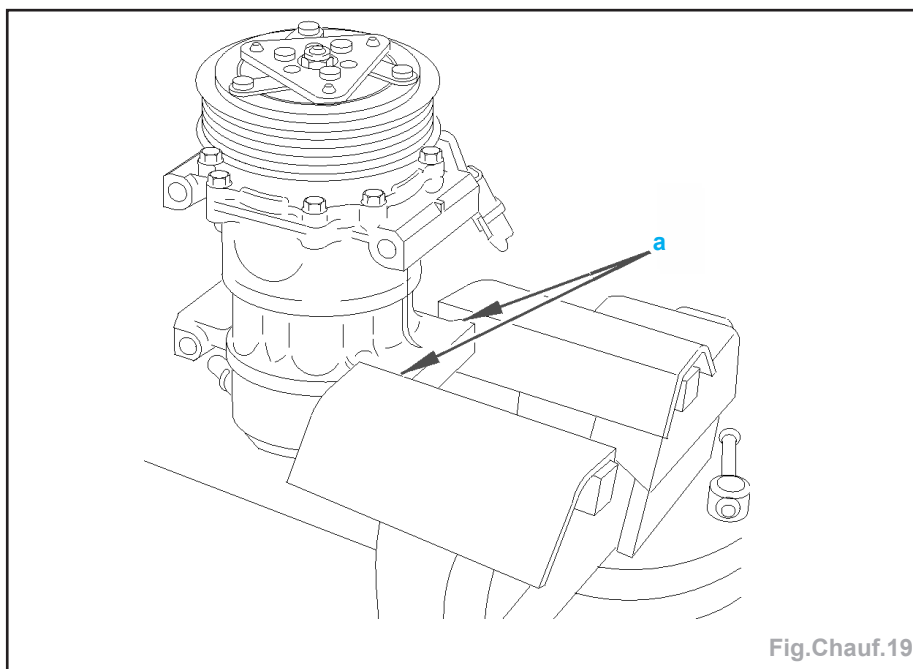

Fig. Chauf.19
- serrer le compresseur de réfrigération dans l'étau en (a) (Fig. Chauf.19).